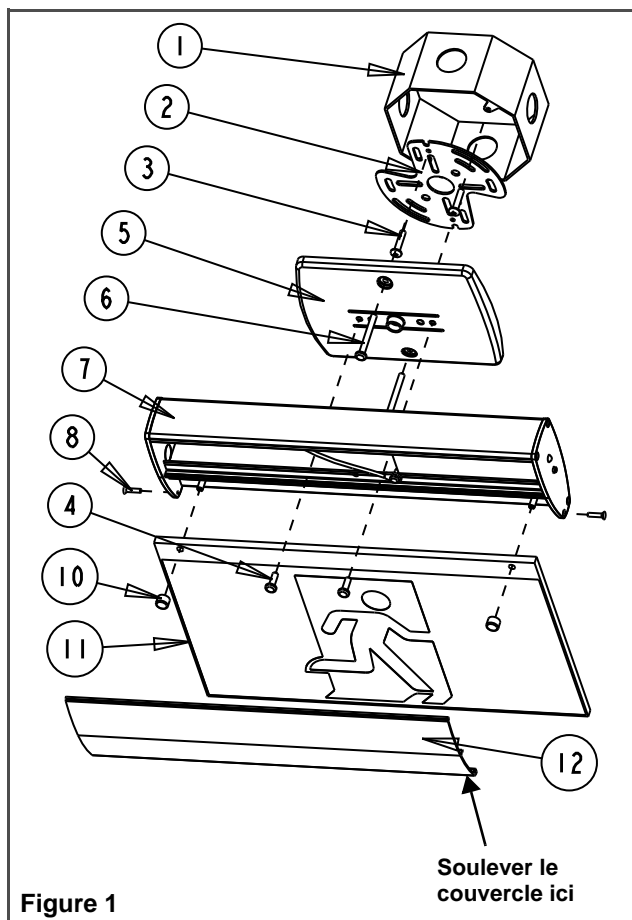

Figure 1
3. Pour ouvrir l'enseigne, soulever le couvercle. (Si le couvercle est trop difficile à ouvrir, utiliser un tournevis plat et soulever au point indiqué sur la figure 1)
Montage mural (voir figure 1)